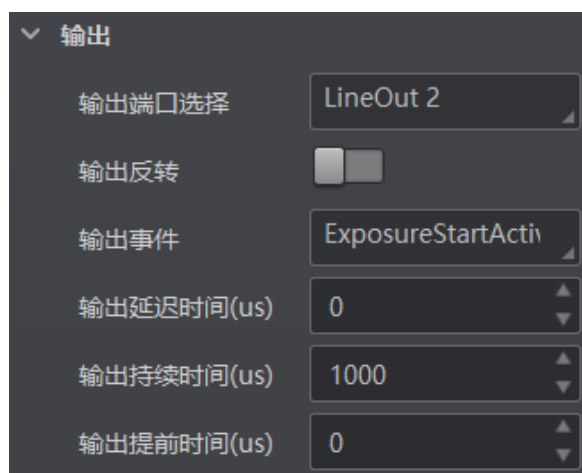

图4-69 曝光开始
- 当输出事件源选择“Exposure Start Active”时，除输出信号的延迟时间和持续时间参数外，还可以设置输出提前时间。输出提前时间为输出信号比输出事件提前输出的时间，如图 4-69 所示。